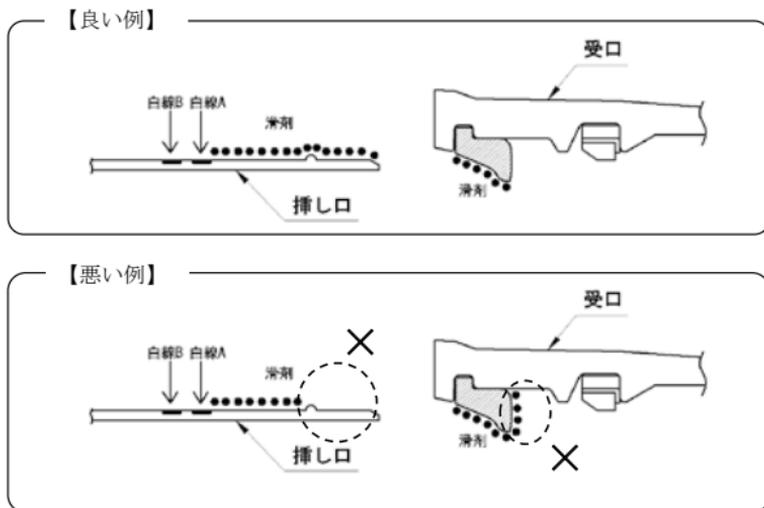

図14 滑剤塗布範囲
- (1) 滑剤は、ダクタイトル鉄管継手用滑剤を使用する。
- (2) ゴム輪の内面テーパ部および挿し口外面（挿し口先端部から白線Aまでの範囲）に滑剤を均一に塗布する（図14）。
受口内面やゴム輪の奥（図14）に滑剤が付着しないように、滑剤を塗布してください。ゴム輪と受口内面の間に滑剤が付着すると、挿し口挿入時にゴム輪がずれ、漏水の原因となる恐れがあります。